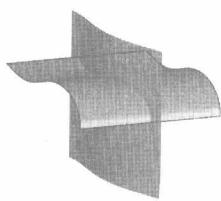
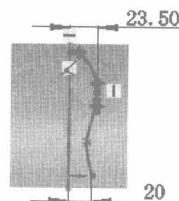
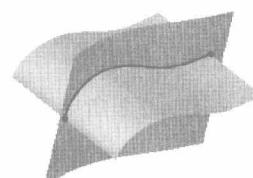

图 1.2.7 曲面-拉伸 2
图 1.2.8 横断面草图
图 1.2.9 3D 草图 1
Step6. 创建图 1.2.7 所示的曲面-拉伸 2。
- (1) 选择命令。选择下拉菜单 **插入(I)** → **曲面(S)** → **拉伸曲面(E)...** 命令。
- (2) 选取右视基准面作为草图基准面，绘制图 1.2.8 所示的横断面草图。
- (3) 在“曲面-拉伸”窗口 **方向1** 区域的下拉列表中选择 **两侧对称** 选项，输入深度值 100.0。
- (4) 单击 **确定** 按钮，完成曲面-拉伸 2 的创建。
Step7. 创建交叉曲线 1。选择下拉菜单 **工具(T)** → **草图工具(T)** → **交叉曲线** 命令，在图区选取曲面-拉伸 1 和曲面-拉伸 2，此时系统会自动生成图 1.2.9 所示的 3D 草图 1。